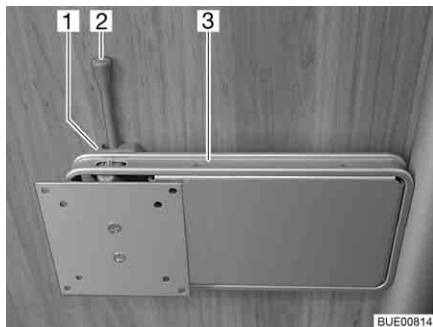

Bild 84 Fäste på pelare
- Tryck låsspaken (Bild 84,2) åt sidan och sväng fästet (Bild 84,3) med den platta bildskärmen till önskat läge.
- Vrid tillbaka den platta bildskärmen tills fästet (Bild 84,3) hakar fast i låset (Bild 84,1).